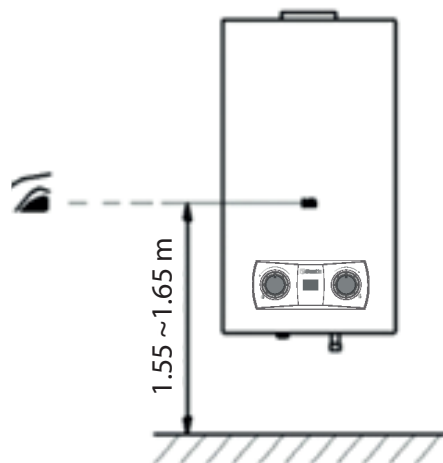
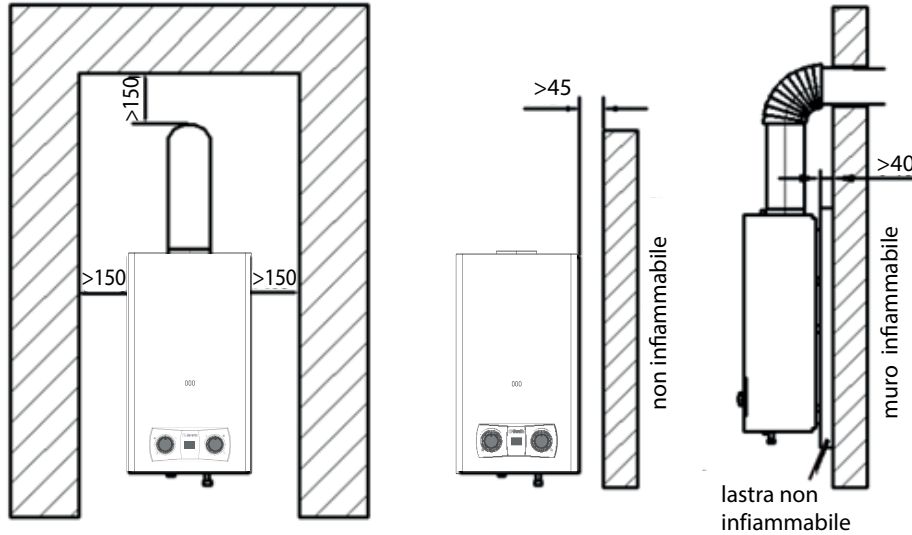

Fig.8
Fig.9
- La ventana de inspección de la llama del aparato debe estar a la altura de los ojos, aproximadamente entre 1,55 m y 1,65 m del suelo. (Fig. 8). El aparato debe mantener ciertas distancias de los objetos cercanos, sean inflamables o retardadores de llama en caso de incendios (Fig. 9).